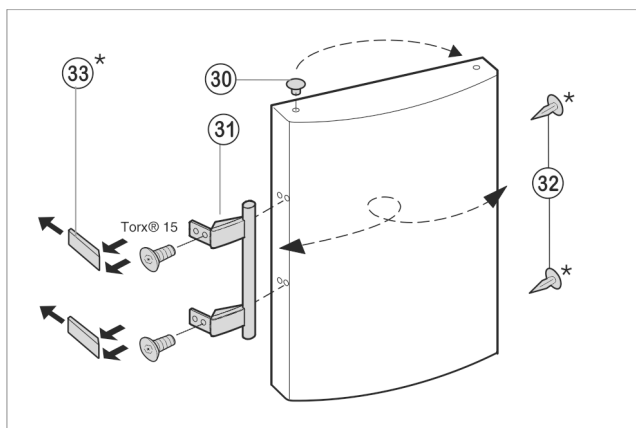

Fig. 8
- ▶ Čepe Fig. 8 (30) vzemite iz puše ležaja vrat in jih prestavite.
- ▶ Ročaj Fig. 8 (31), čepe Fig. 8 (32) in potisne plošče Fig. 8 (33) odmontirajte in jih prestavite na drugo stran.